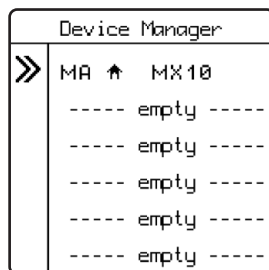

Fig. 8
8. Bekräfta inmatningen genom att trycka kort på Enter-knappen. Fence Sensor är kopplad med Fence Manager och visas i listan (fig. 8).